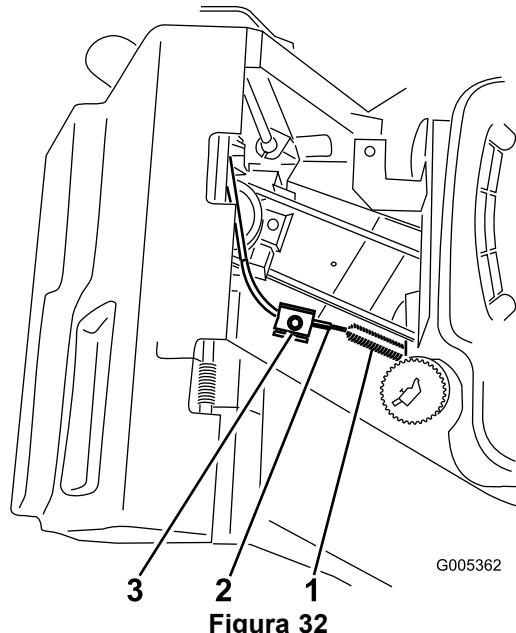

Figura 32
5. Afloje el tornillo de la abrazadera hasta que se deslice el conducto del cable del freno (Figura 32).
**Nota:** La cubierta inferior de la correa ha sido retirada en Figura 32 para mayor claridad. No es necesario retirar la cubierta inferior de la correa para realizar este procedimiento.